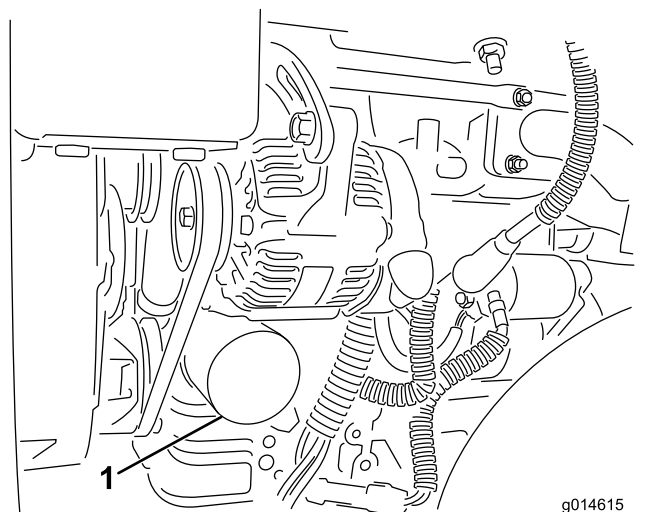

Figure 33
2. Déposez le filtre à huile (Figure 33). Appliquez une fine couche d'huile sur le joint du filtre de rechange.